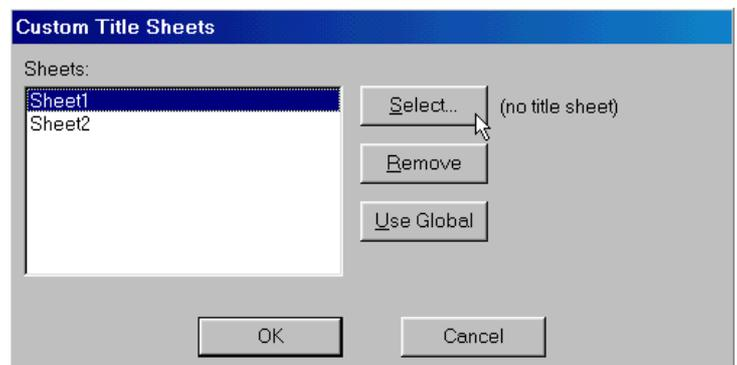

Рис. 6-3. Выбор форматок для оформления вручную
3) На появившейся панели **Custom Title Sheets** (см. рис. 6-3) нажмите кнопку **Select** и, перейдя в каталог **Titles**, найдите и загрузите файл первого листа форматки